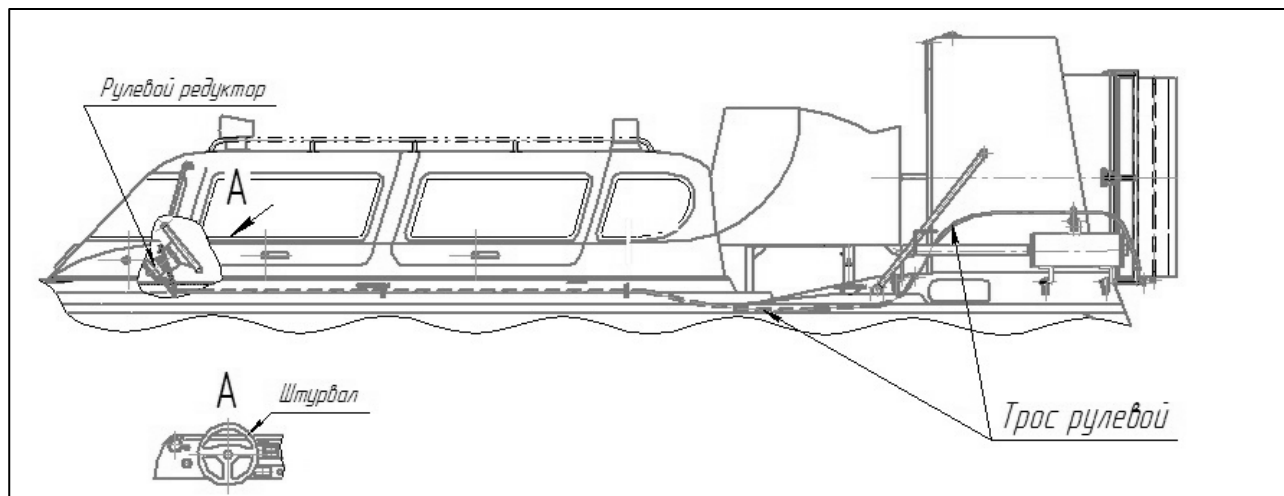

Рисунок XIII-3
- 7) Проверьте надежность крепления штурвала и рулевого троса на рулевом редукторе (Рисунок XIII-3).